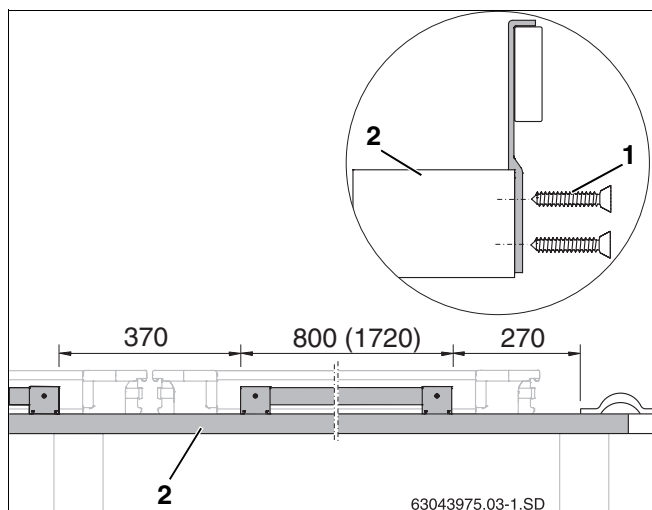

Fig. 11 Fissaggio delle sicurezze anti scivolamento al listello da tetto (misura in mm, valore tra parentesi = versione orizzontale)
- Disporre la sicurezza anti scivolamento premontata sul primo listello da tetto aggiuntivo (fig. 11, **pos. 2**) e fissarla con due viti 4x40 (fig. 11, **pos. 1**) (rispettare le misure).